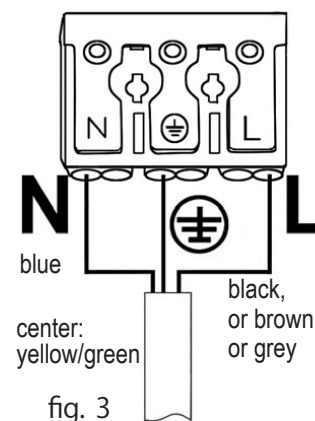

fig. 3
- fig. 3:** Prepare the current-less cable in according to statutory regulations. Connect the wires according the marks.
- Bild 3:** Die stromlose Zuleitung lt. gesetzlicher Richtlinie vorbereiten. Das Kabel lt. Kennzeichnung anschließen.